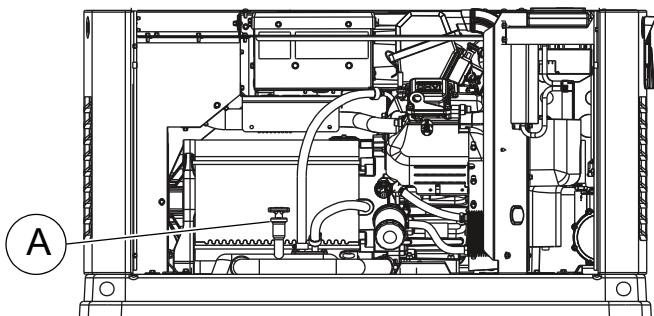

Figure 4-1. Emplacement de la jauge
- Voir la **Figure 4-1**. Retirez la jauge (A) et essuyez-la avec un chiffon propre.